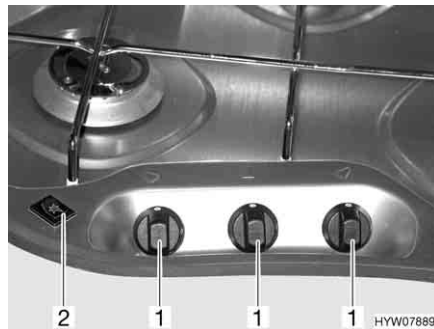

Fig. 138 Elementi di comando del fornello a gas
- Ruotare il pomello girevole (Fig. 138,1) dell'impianto a fiamma libera desiderato in posizione accesa (fiamma alta).
- Premere l'interruttore a bilico (Fig. 138,2). Sul bruciatore vengono prodotte scintille.